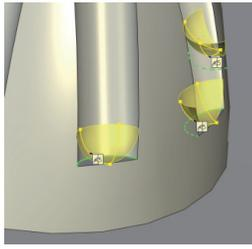

Рис. 20. Сглаживание ребер
2.7. Скруглим ребра, чтобы сок от фрукта не скапливался в углах конусной поверхности. Для этого выберем инструмент *Сглаживание* из группы *Операции*, левой кнопкой мыши щелкнем по нижним ребрам отверстий (рис. 20). В параметрах операции указываем радиус 5 мм и нажимаем *Завершить*.